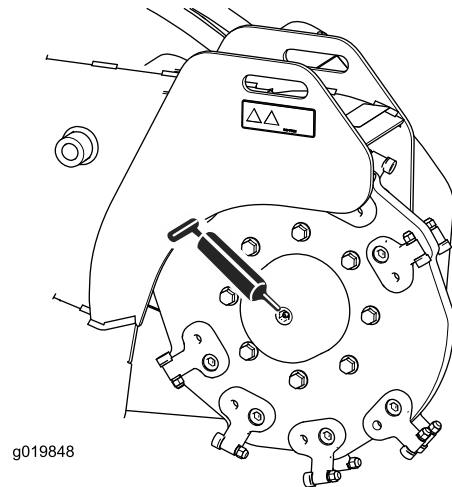
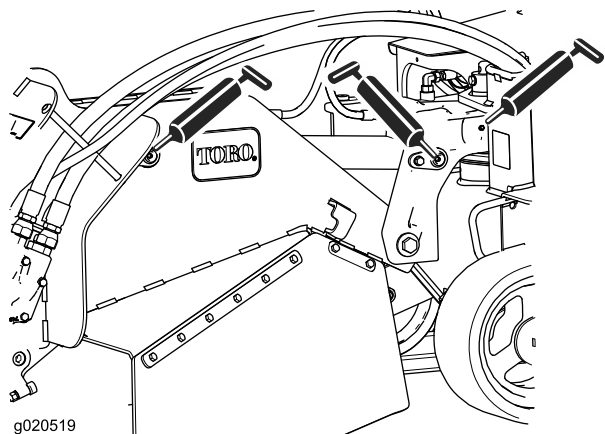

Figura 27
Figura 29
4. Conecte una pistola de engrasar a cada punto de engrase (Figura 27 a Figura 29).